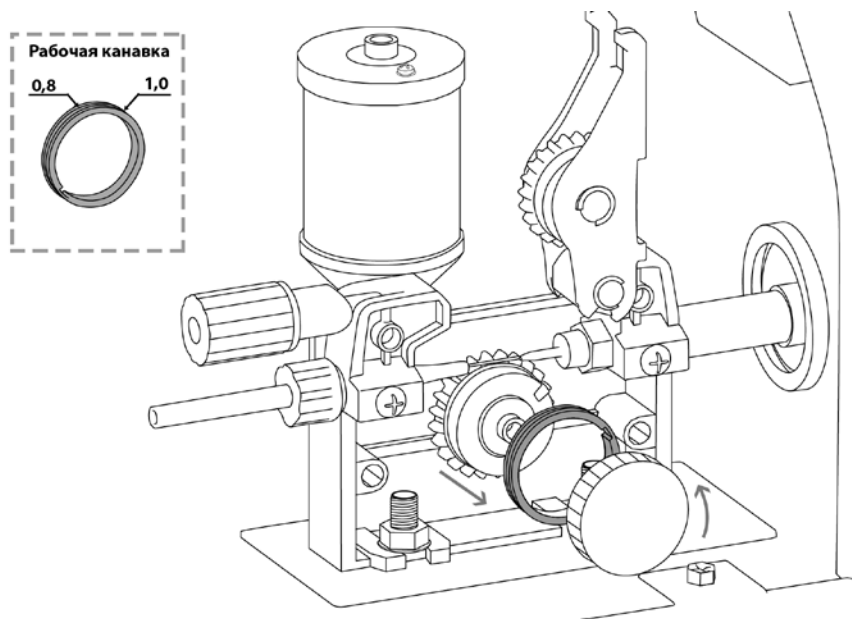
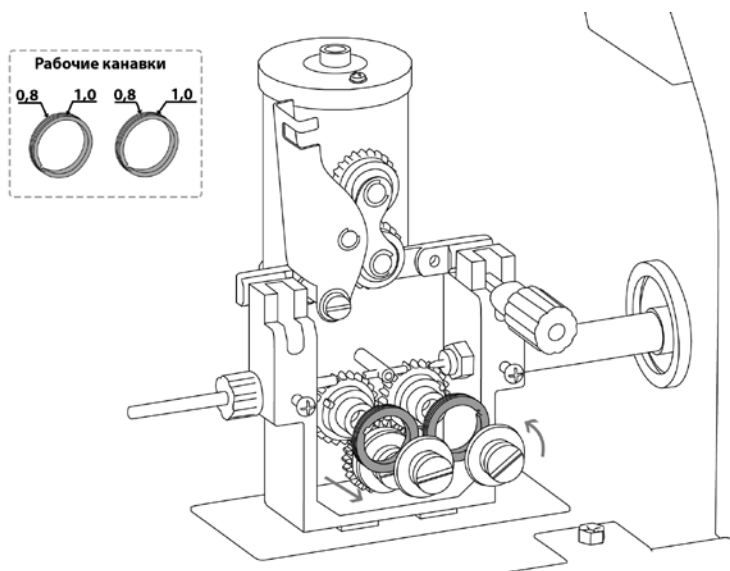

Рис. 8.10. Порядок смены подающего ролика ТЕСН MIG 250 (N257).
Рис. 8.11. Порядок смены подающего ролика ТЕСН MIG 350 (N258).
2. Установите необходимую канавку в зависимости от диаметра сварочной проволоки ролик (См. рис. 8.10 для TECH MIG 250 (N257) и рис. 8.11 для TECH MIG 350 (N258)).